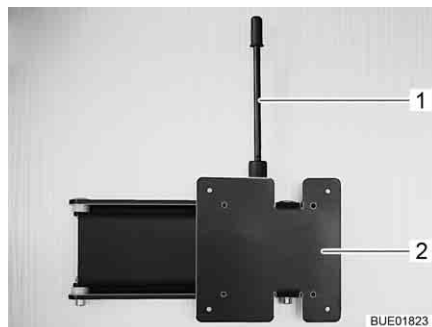

Bild 98 Vägghållare
- Dra låsspaken (Bild 98,1) uppåt och sväng fästet (Bild 98,2) med den platta bildskärmen till önskat läge.